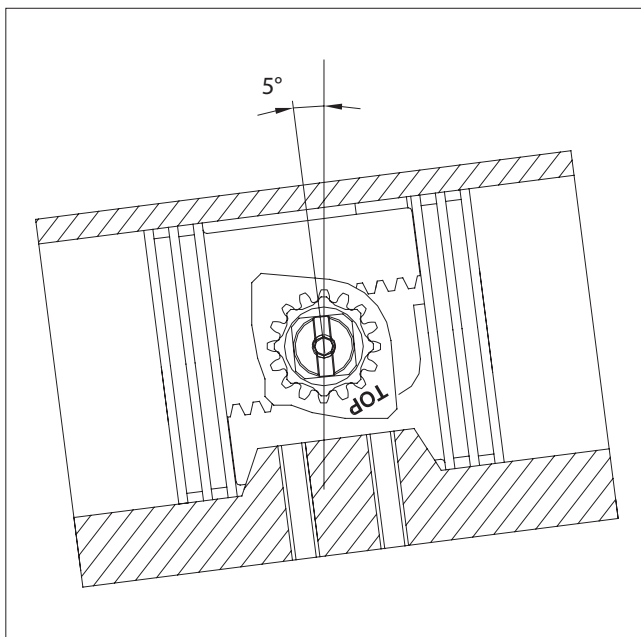

Figure 13.
- H. Installez temporairement l'indicateur de position (19) sur l'arbre (60) pour déterminer si la course correcte est obtenue. Vérifiez que la fente au sommet de l'indicateur de position (19) tourne d'un minimum de 5° au-delà de l'axe vertical de 90° du corps de l'actionneur (50) et d'un minimum de 5° au-delà de l'axe horizontal de 0° du corps de l'actionneur, comme illustré à la (Figure 13). Si la course n'est pas correcte, déposez les pistons et recommencez à partir de l'étape 2.D. Une fois la course correcte vérifiée, retirez l'indicateur de position (19).